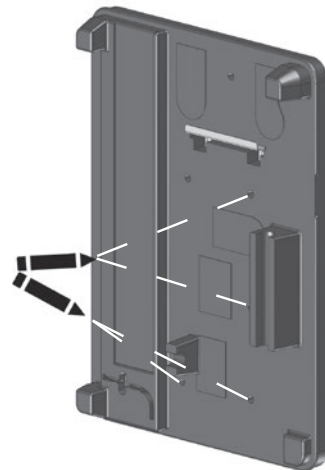
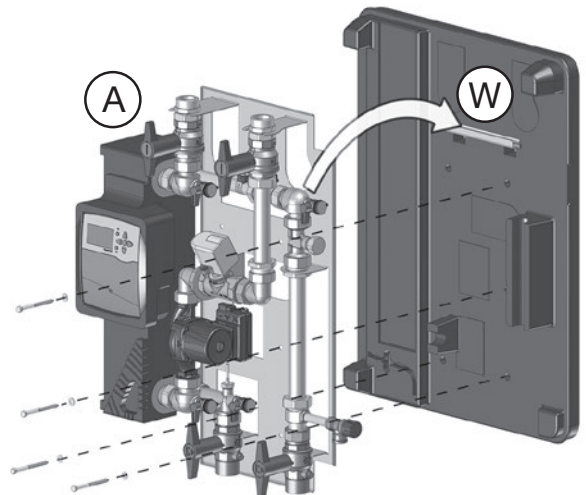

fig. 4.5: Use el aislamiento posterior como plantilla de taladro para fijar el producto
fig. 4.6: Cuelgue el producto en el soporte de pared.
8. Cuelgue el aislamiento posterior (U) sobre el soporte de pared fijado (W) y utilícelo como plantilla de taladro de los cuatro tornillos suministrados para fijar el equipo (A) (fig. 4.5 en la página 19). La placa base y el aislamiento posterior tienen seis agujeros.
9. Seleccione y marque cuatro agujeros. Retire el aislamiento posterior (U) del soporte de pared, taladre los agujeros y equípelos con los tacos suministrados.
10. Cuelgue la carcasa de aislamiento posterior (U) en el soporte de pared (W).
11. Cuelgue el producto (A) en el soporte de pared (W) y fíjelo a la pared con los cuatro tornillos M 8 x 100 y las arandelas suministradas (fig. 4.6).